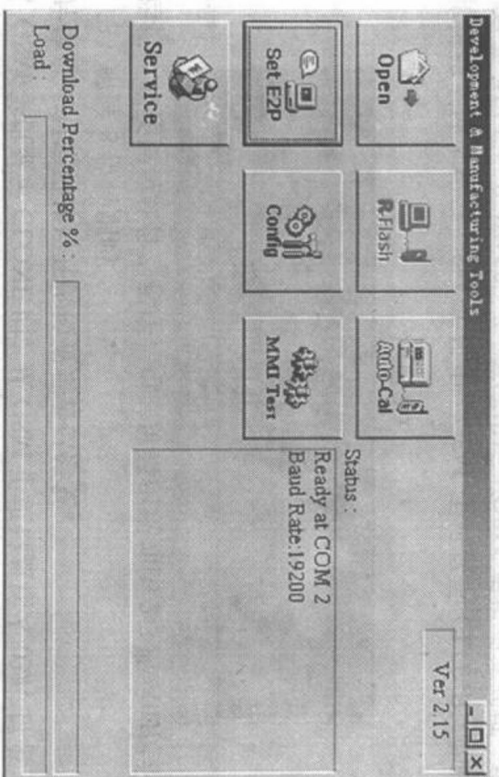

图 2-5
①用鼠标双击“ 12888”图标，程序界面如图 2-5 所示。